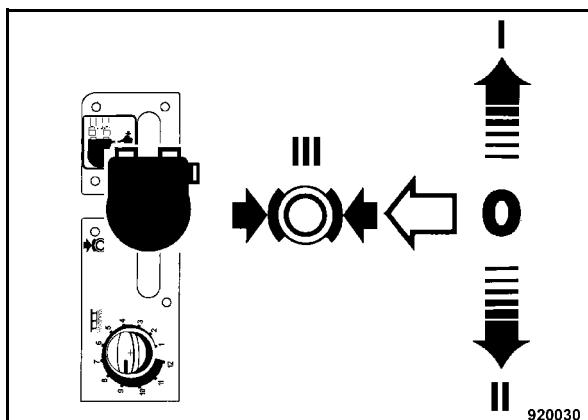

Fig. 178
- Spostare la leva di marcia (Fig. 178) avanti, indietro e in posizione di frenata. Verificare la funzione, il funzionamento dolce, l'assenza di gioco e di danni.